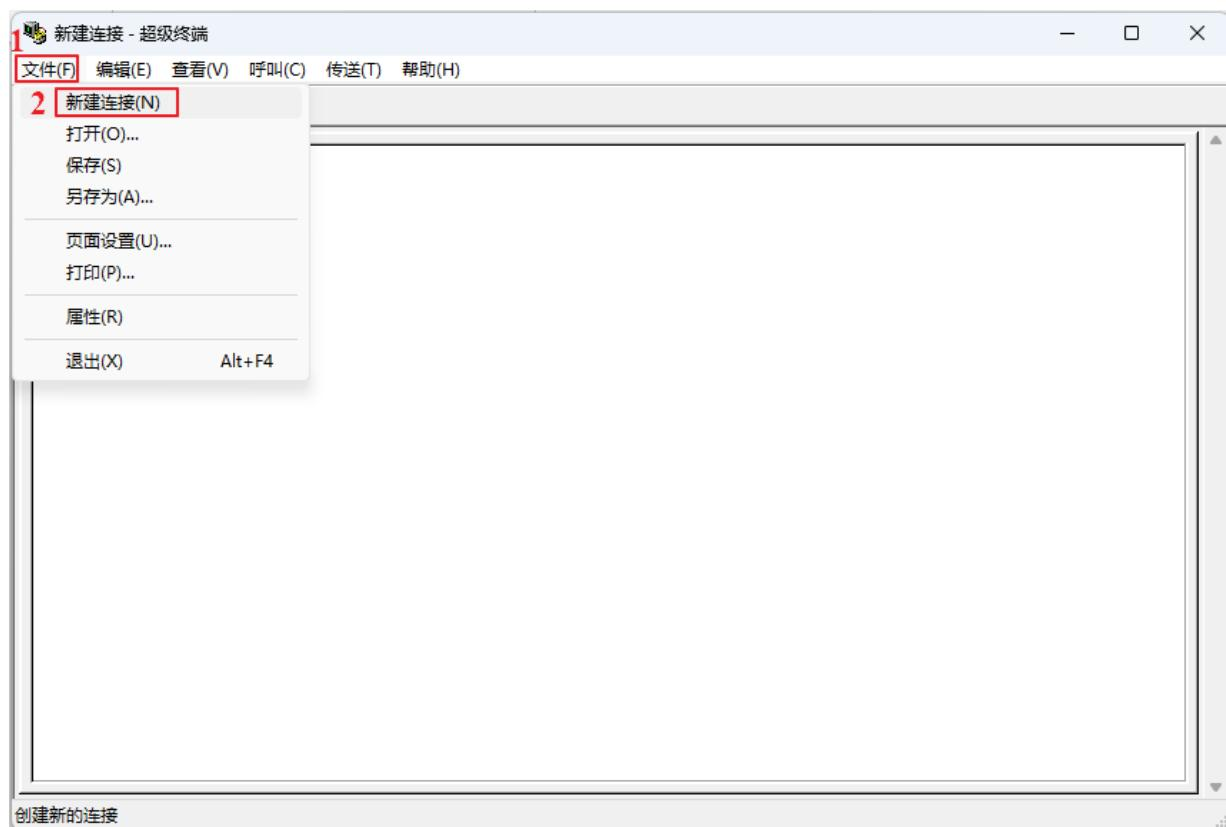

图 6-1 新建连接
Step1. 打开软件，点击“文件-新建连接”，如图 6-1 所示；